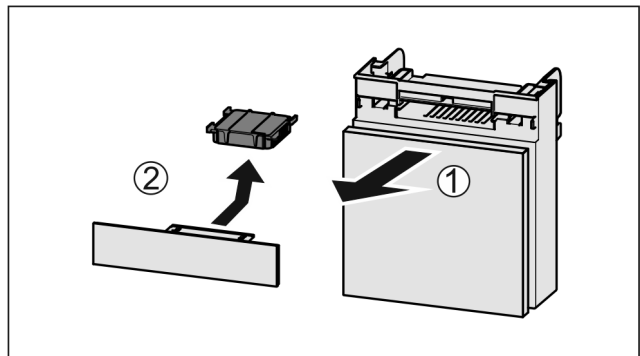

Fig. 148
- Lade vanaf de voorkant eruit trekken Fig. 148 (1).
- Actiefkoolfilter verwijderen Fig. 148 (2).